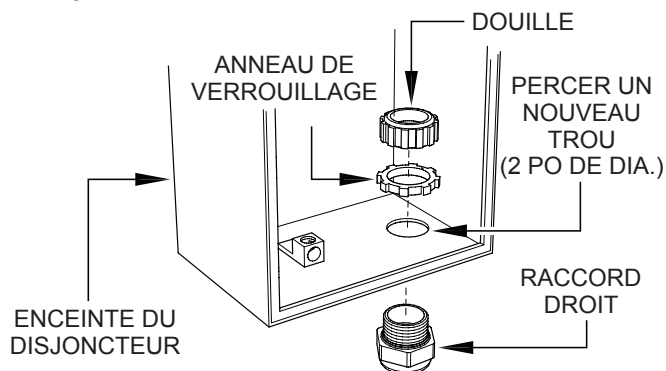

Figure 30. Enceinte du boîtier de commande
2. Percez un trou de 2 pouces dans la partie inférieure de l'enceinte du boîtier de commande comme indiqué à la Figure 30.